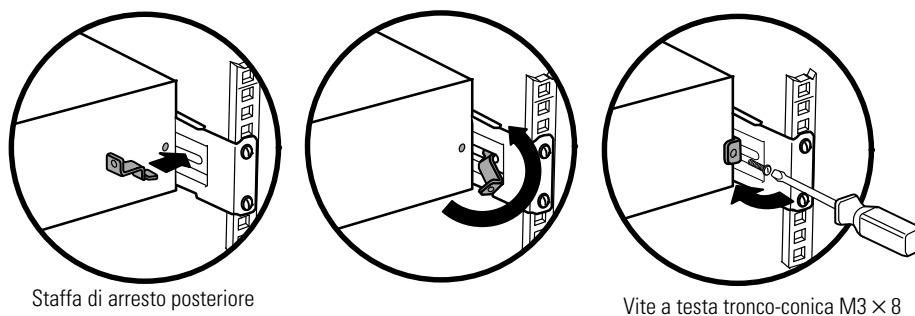

**Figura 7. Fissaggio del lato anteriore dell'armadietto**
12. Fissare il lato anteriore dell'UPS alla rack utilizzando le viti a testa bombata M6 × 16 e due dadi a gabbia M6 su ogni lato (vedere Figura 7). Installare la vite inferiore su ciascun lato attraverso il foro sul fondo della staffa di montaggio e il foro inferiore della rotaia.